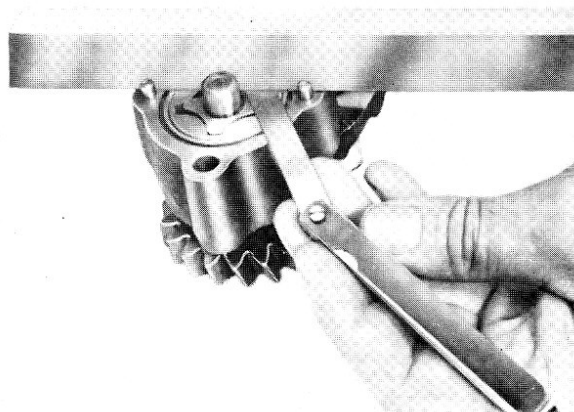

Fig. 18
c) Le retrait des rotors par rapport au plan de joint de la pompe doit être au maximum de 0,07 mm (fig. 18).